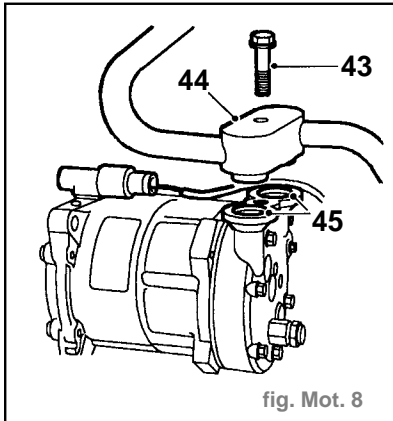

fig. Mot. 8
- Enlever le boulon (43) maintenant le raccord union du tuyau de climatisation d'air sur le compresseur (fig. Mot. 8).
- Nettoyer les faces correspondantes du compresseur et du raccord union de tuyau de climatisation d'air (fig. Mot. 8).